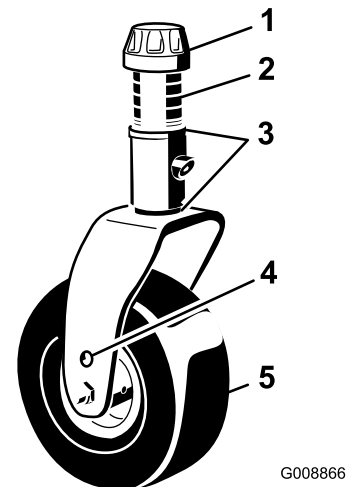
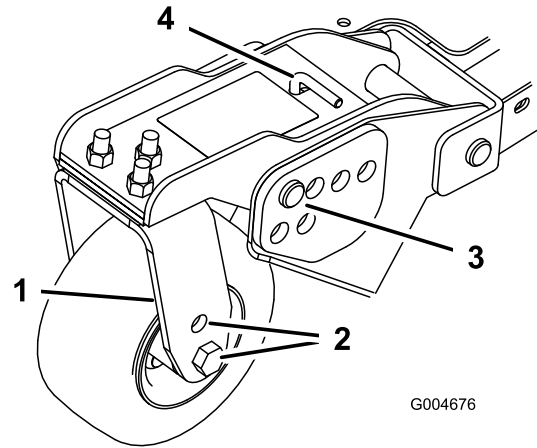
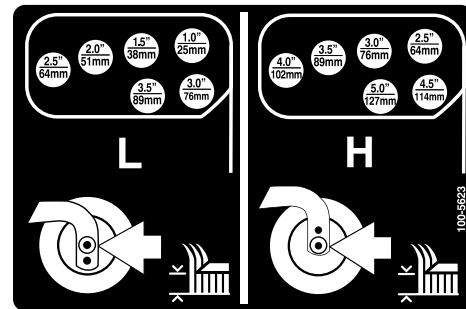

Bild 21
Bild 23
Bild 24
- Stecken Sie die Laufradachsen in allen Laufradgabeln in die gleichen Löcher (Bild 21 und Bild 23).
- Entfernen Sie die Spannkappe von der Spindelwelle und ziehen die Spindel aus dem Laufradarm heraus (Bild 21).
- Entfernen Sie den Splint und die Lastösenbolzen von den Laufradgelenkarmen (Bild 23).
- Drehen Sie die Spannstange, um den Gelenkarm anzuheben oder abzusenken, bis die Löcher mit den ausgewählten Löchern in der Schnitthöhenhalterung im Mähwerkrahmen ausgerichtet sind (Bild 23 und Bild 24).